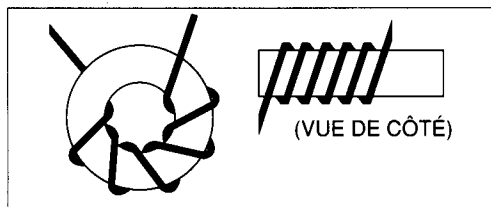

Figure 1.2 Utilisation d'un noyau de ferrite pour bloquer les signaux RF
1. Enrouler le cordon d'alimentation autour d'une bobine d'induction pour bloquer le signal RF. Un noyau de ferrite peut faire l'affaire (voir la figure 1.2).